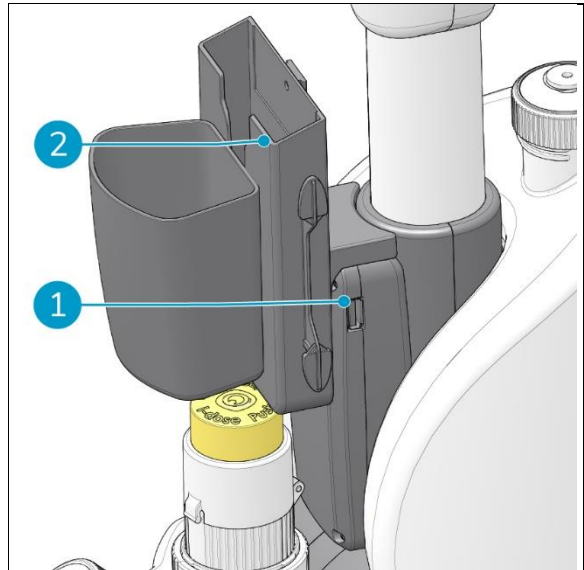

Figura 15
A unidade IOT foi equipada com uma porta USB (Figura 15, pos 1).
2. Coloque o seu telemóvel no suporte para telemóvel especialmente concebido para o efeito (Figura 15, pos 2).